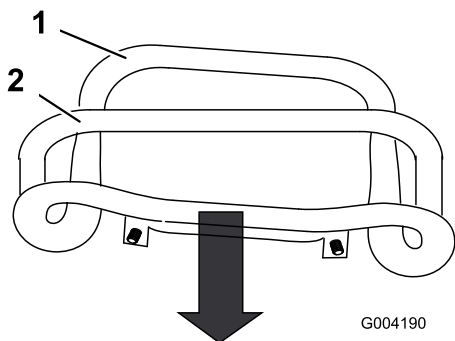

Figure 54
3. Tirez la commande de déplacement en arrière pour que l'avant touche la barre de référence (Figure 54).